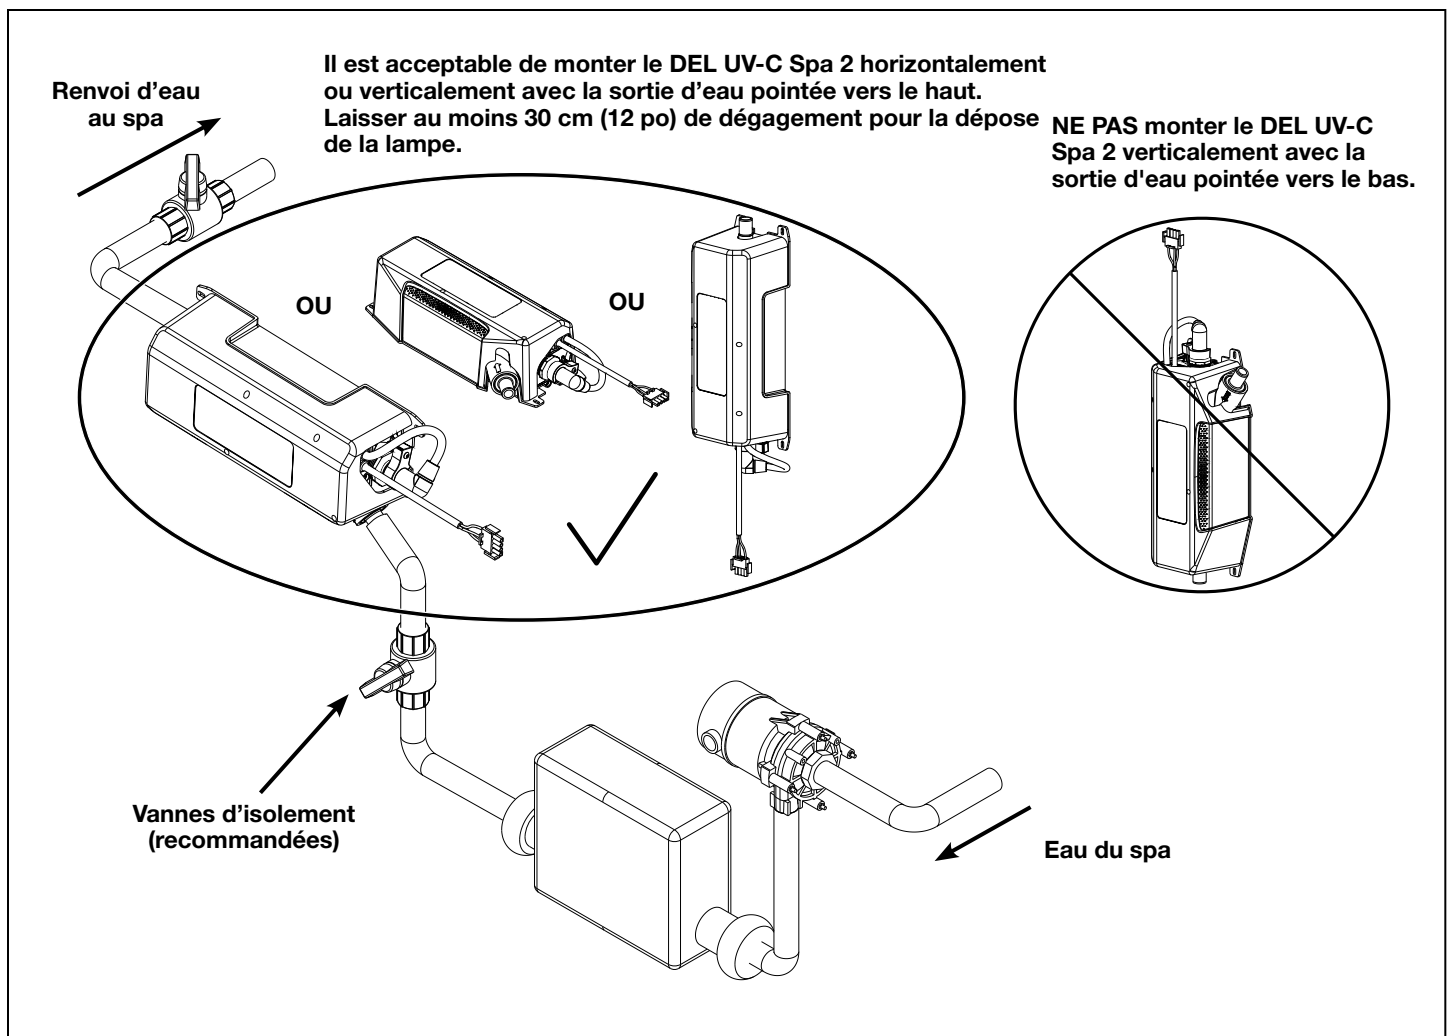

Figure 2. Schéma de la plomberie pour DEL UV-C Spa 2
- Toute orientation de montage orthogonale, autre que verticale avec la sortie d'eau pointée vers le bas, est autorisée. L'orientation de montage la plus courante est horizontale, comme le montre la figure 2.